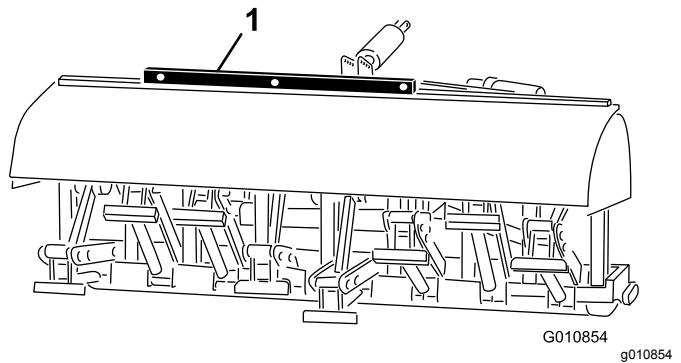

Figure 29
2. Placez le niveau en haut du cadre de l'aérateur pour vérifier l'horizontalité transversale (Figure 29).